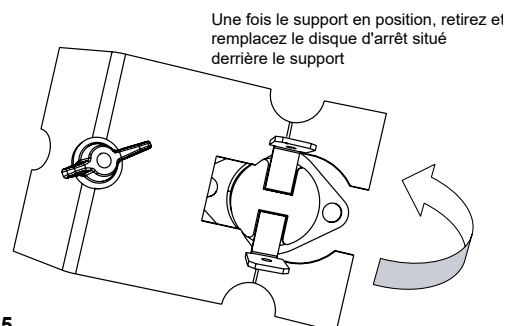

Figure 23.5
10. Une fois que le support est assez desserré, faites tourner le support dans en sens antihoraire et dans le sens opposé du tube d'alimentation (**Figure 23.5**).